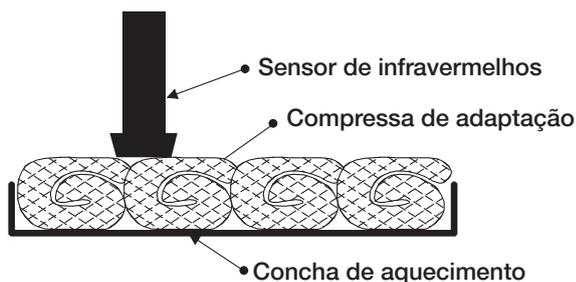

Figura 2: Pré-aquecimento das compressas de adaptação no SAHARA-TSC
- Abrir a aba do sistema e colocar a quantidade necessária de compressas de adaptação, até um máximo de 4, na concha de aquecimento, como ilustrado na figura 2. Colocar o sensor de infravermelhos completamente na compressa abaixo.